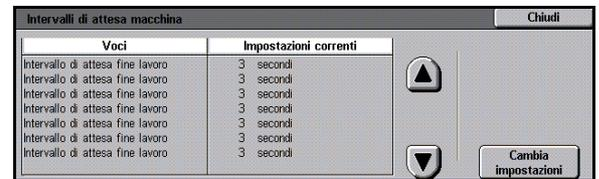

Fig. 54: Schermata Intervalli di attesa
- 1 Nella schermata Strumenti, selezionare l'icona **Intervalli di attesa macchina** per visualizzare la schermata corrispondente, illustrata in Fig. 54.